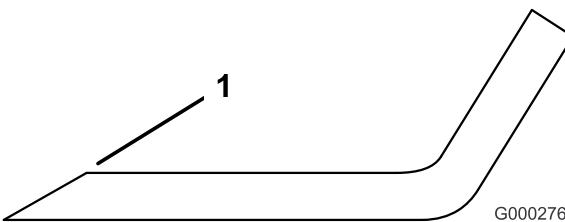

Figura 84
- Controllate i taglienti di tutte le lame, e affilateli se fossero ottusi o scheggiati. Affilate soltanto la parte superiore del tagliente e mantenete l'angolo di taglio originale per garantire l'affilatezza (Figura 84). La lama rimane bilanciata soltanto se viene rimossa una quantità uguale di metallo da entrambi i taglienti.